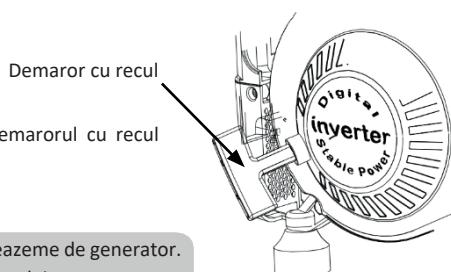

Fig. 8
### Sistemul de pornire (Fig. 8)
- Trageți încret de demarorul cu recul până când acesta se cuplează, apoi trageți-l cu putere. (Fig. 8)